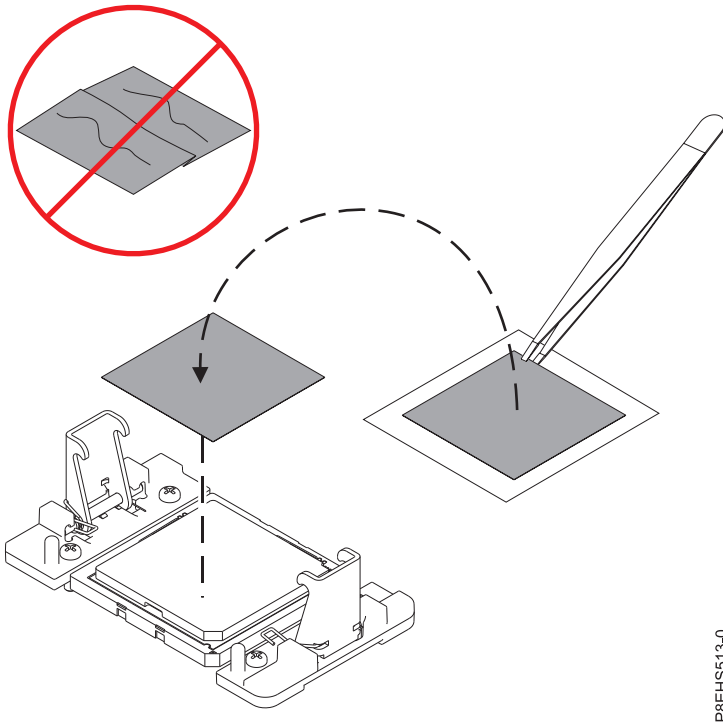

Figura 175. Cómo mover el TIM de color gris al procesador. Las caras del TIM de color gris se pueden colocar indistintamente.
- a. Utilizando las pinzas, mueva el TIM del procesador antiguo de la superficie limpia y sea, y colóquelo en el módulo del procesador del sistema nuevo. Las caras del TIM de color gris se pueden colocar indistintamente. El TIM de color gris se puede colocar en el procesador y centrado, tal como se muestra en la Figura 175.